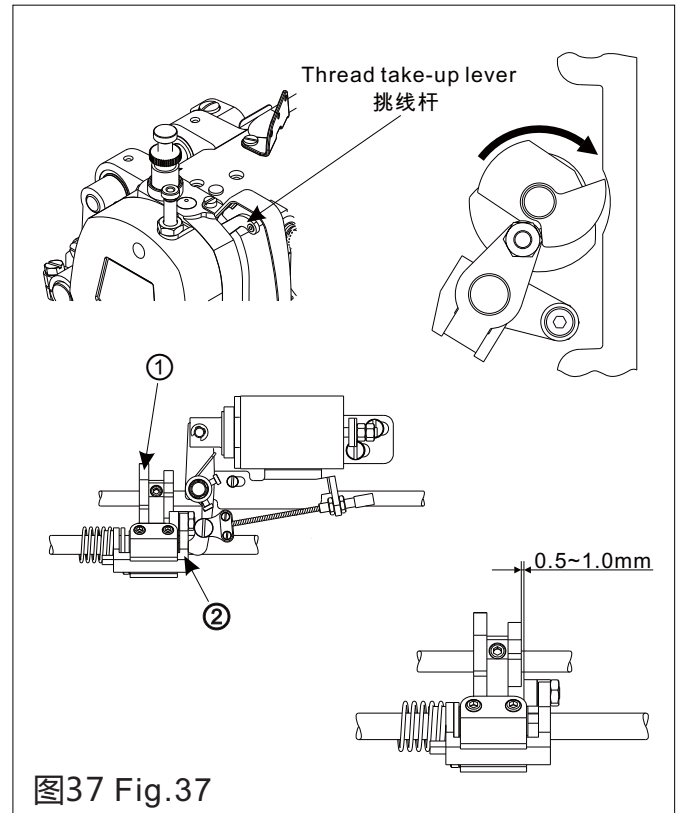

图37 Fig.37
5. 安装剪线凸轮 (图37)
- 2) 手动打开电磁铁，移动并旋转剪线凸轮①，直到接触凸轮曲柄②的滚柱，然后固定凸轮。
- 3) 关闭电磁铁，使凸轮曲柄②回复到原始位置，这样凸轮①与凸轮曲柄②的滚柱端面会产生0.5~1.0mm的标准间隙。
5. Installing the trimming cam (Fig.37)
6. Adjusting the knives (Fig.37)